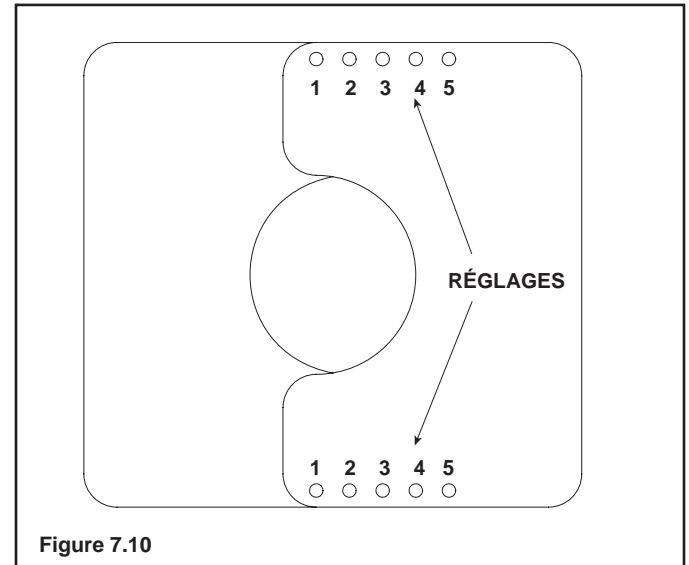

Figure 7.10
- Centrez le restricteur de conduite de cheminée sur le conduit et fixez le sur place à l'aide de deux vis en métal (voir Figure 7.10).